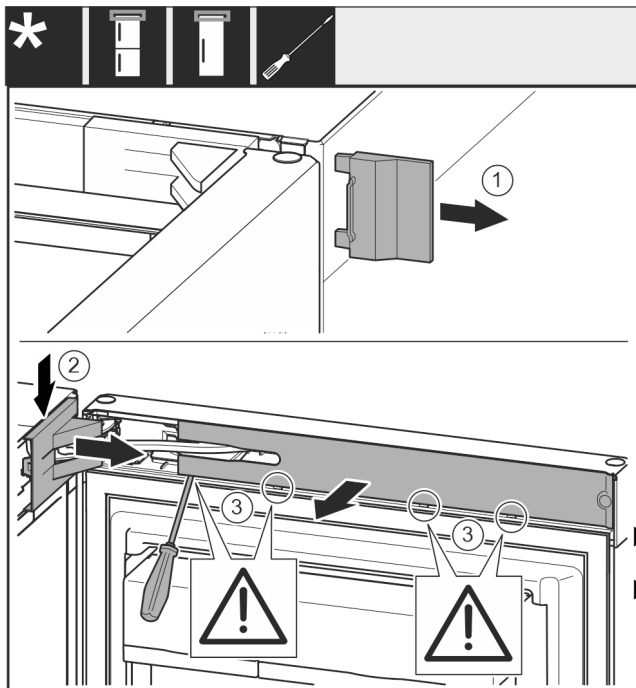

Fig. 5
- ▶ Свалете външния капак. Fig. 5 (1)
- ▶ Освободете и развийте капака на лагерната стойка. Свалете капака на лагерната стойка. Fig. 5 (2)
- ▶ Освободете капачката с плоска отвертка и я завъртете настрана. Fig. 5 (3)